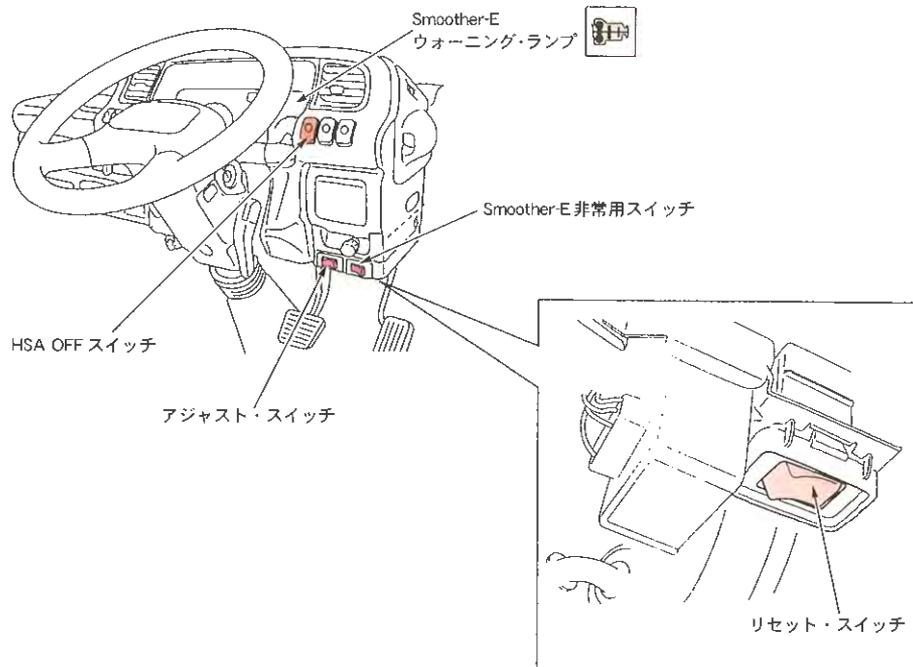

図 I-11 アジャスト・スイッチ及びウォーニング・ランプ
9) アジャスト・スイッチ(図 I-11)
10) ウォーニング・ランプ(図 I-11)